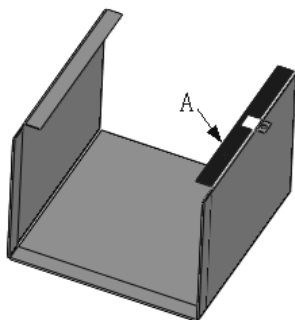

图 10-163 选择基准面
12) 选择绘图基准面。单击图 10-163 所示的钣金件面 A, 单击“标准视图”工具栏中的 (正视图) 按钮, 将该面作为绘制图形的基准面。
13) 绘制草图。在图 10-163 所示的基准面上, 单击“草图”控制面板中的 (边角矩形) 按钮, 绘制 4 个矩形, 标注其智能尺寸, 如图 10-164 所示。